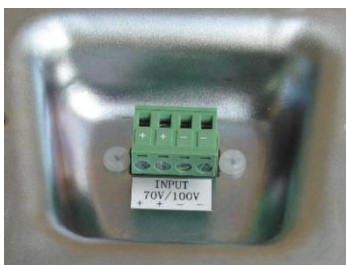

Рис. 5. Подсоединение и закрепление кабеля
5. Закрепите провода в розетке клеммного соединителя (см. рис. 5).